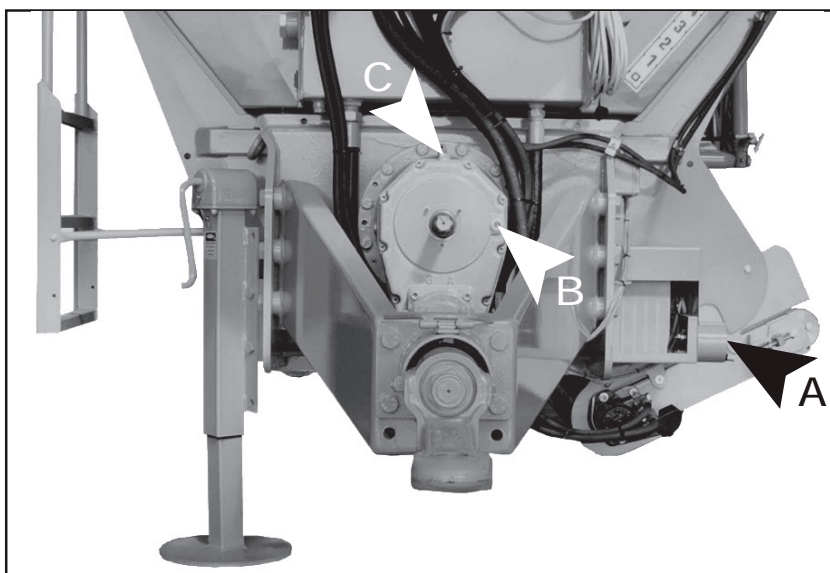

FIG. 3
- Het olieniveau in het transmissie reduceerelement controleren (**Fig.3 Part.B**).